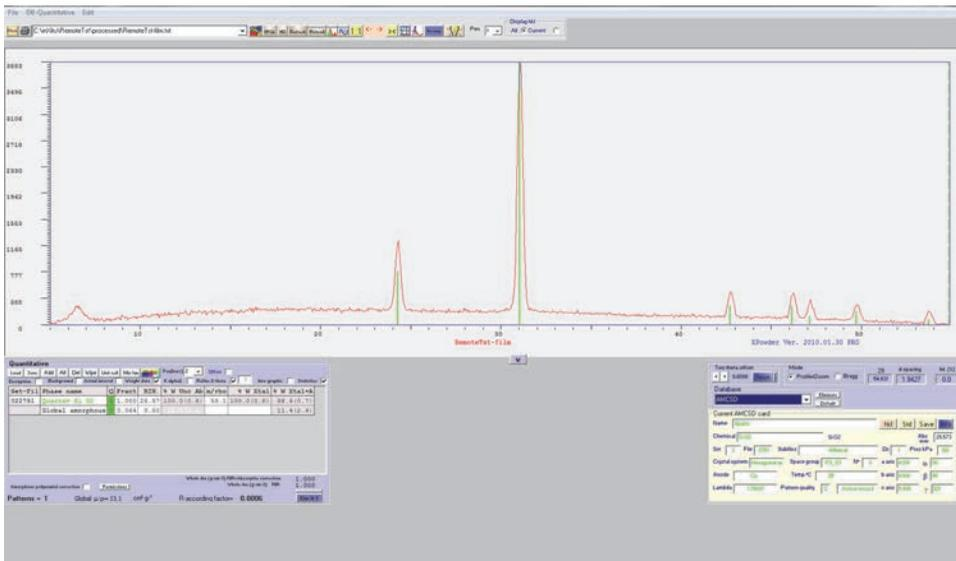

图 C-11 定量屏幕
13. 在XPowder窗口中，点击**Quantitative**（定量）> **LS-RIR Database Cards**（LS-RIR数据库卡），以查看相对强度比率的半定量分析和总结信息（参见第96页的图 C-11）。